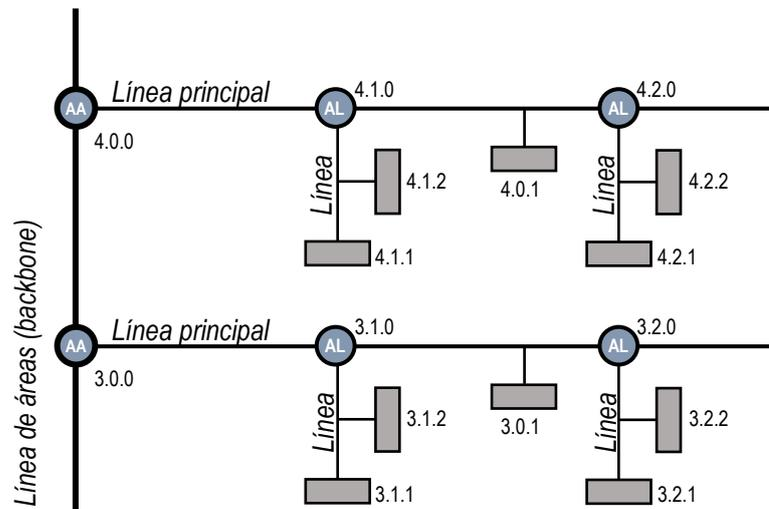

Figura 5 Acoplamiento de líneas
La Figura 5 representa un escenario típico. El Zennio KNX-IP Router PLess podría instalarse en todos los nodos marcados como “AA” (acoplador de áreas) o “AL” (acoplador de líneas):
Ejemplo: en el ejemplo de la Figura 5, cuando el acoplador con dirección 3.2.0 lea en la línea principal un telegrama destinado al dispositivo con dirección física 3.1.2, comparará ambas direcciones y determinará que 3.1.2 no pertenece a la línea secundaria, por lo que no transmitirá el telegrama.
- *El dispositivo que genera el telegrama debe tener asignada una dirección física que realmente corresponda a su línea. En la Figura 5, si el dispositivo con dirección física 3.1.1 (por ejemplo, un programador USB-KNX) pasa a tener la dirección 7.7.255, no será capaz de hacer llegar telegramas a, por ejemplo, el dispositivo con dirección 4.0.1.*
- *Dado que la programación de los dispositivos se efectúa mediante telegramas dirigidos a direcciones físicas, para poder efectuar descargas sobre un dispositivo de una línea (por ejemplo, el 4.1.1 de la Figura 5) desde un programador instalado fuera de esa línea, es necesario que el acoplador permita pasar todas las direcciones físicas desde la línea principal.*